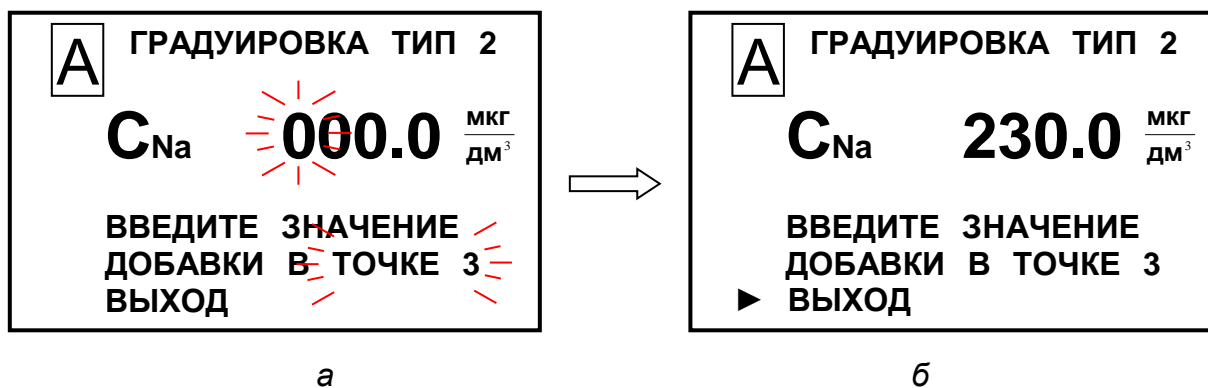

Рисунок 3.28
- 25 Ввести на экране (рисунок 3.28а) значение 230 мкг/дм³.
26 Установить маркер «▶» на строку **ВЫХОД** (рисунок 3.28б) и нажать кнопку «**МЕНЮ**